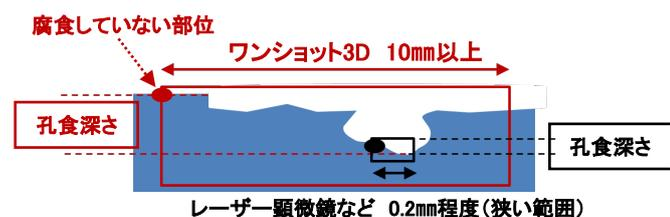
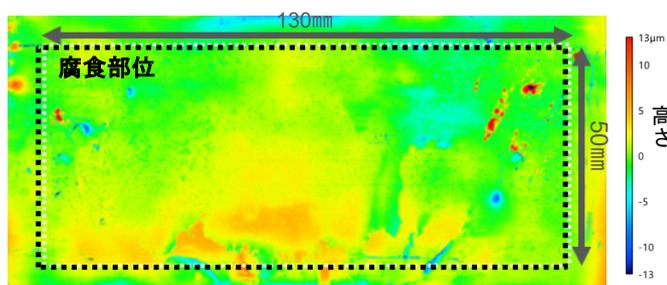

図2 基準面設定のイメージ図
図3 広域腐食深さ鳥瞰図
- 孔食深さ測定の基準面(0点)を腐食していない位置にして孔食深さを測定いたします(図2)。広域の腐食分布を鳥瞰図(図3)で試料全体の腐食部位を確認し、全面の腐食深さを測定します。